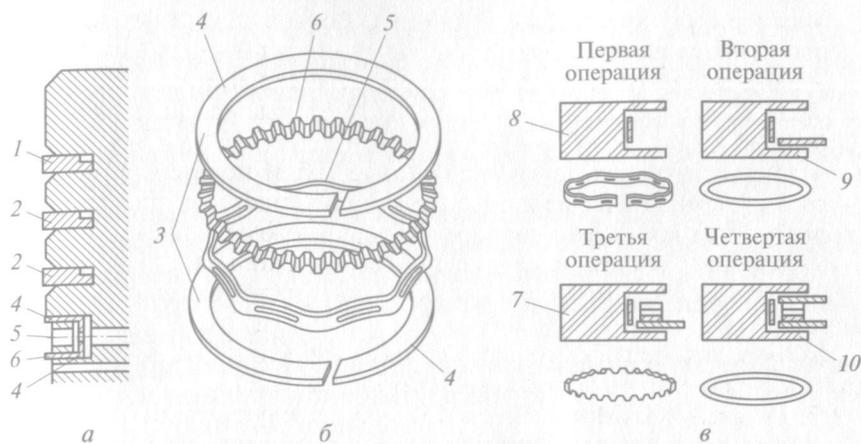

Рис. 1.2. Маслосъемное кольцо и операции установки его на поршень:
- замки всех трех компрессионных колец (см. рис. 1.2) устанавливать через  $120^\circ$  (на ЗМЗ-53 через  $180^\circ$ );